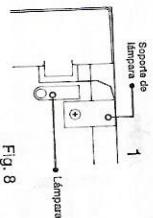

Fig. 8
- Retire la lámpara desatornillando el soporte de la lámpara y luego los tornillos que fijan la lámpara al soporte. Ver Fig 8